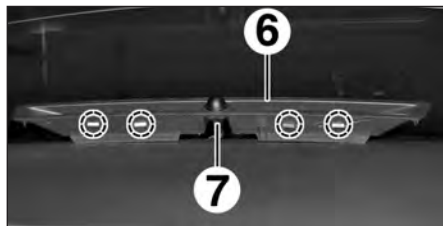

FIG.23
- la grille d'aération (6) du pare-brise (Fig.23).
- Débrancher le capteur d'ensoleillement (7).
- la grille d'aération (6) du pare-brise,